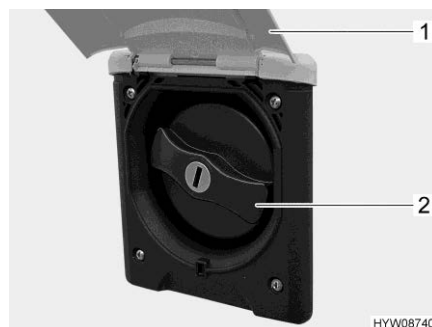

Fig. 192 Coperchio (bocchettone di riempimento dell'acqua potabile)
- Sollevare lo sportello esterno (Fig. 192,1).
- Ruotare il coperchio blu (Fig. 192,2) di un quarto di giro.